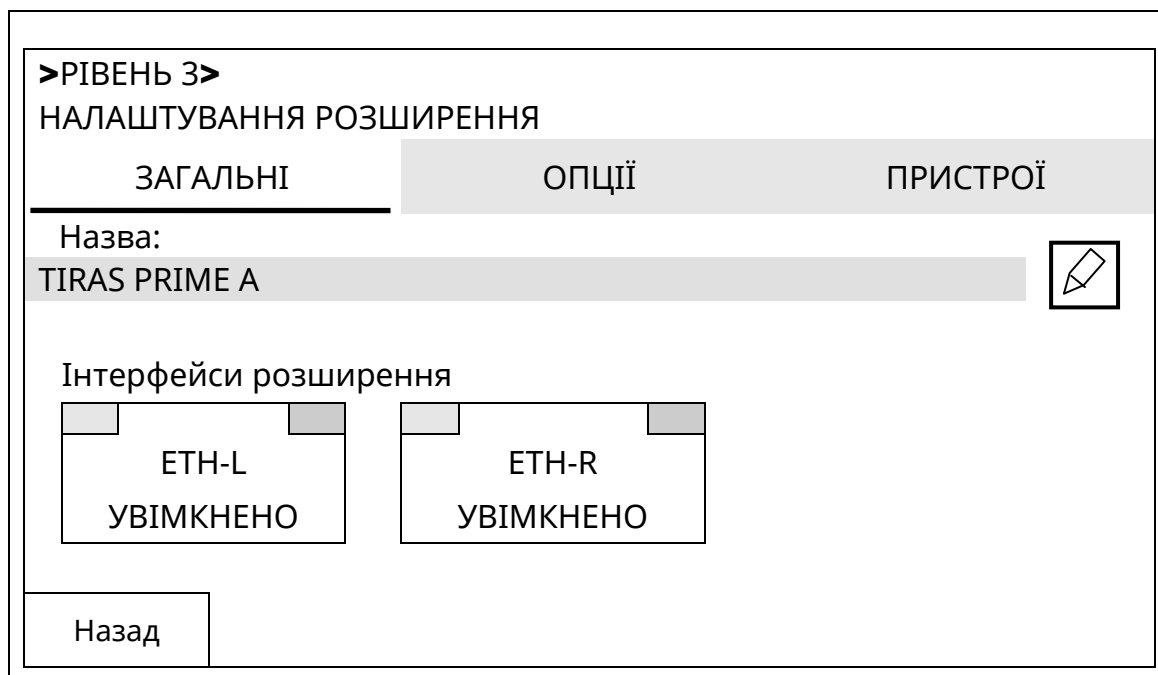

Рисунок 10.15.1 – Вікно налаштувань інтерфейсів розширення Ethernet
10.15.1 Якщо доторкнутися до кнопки [НАЛАШТУВАННЯ РОЗШИРЕННЯ], відкривається вікно (рис. 10.15.1), в якому знаходиться меню увімкнення/вимкнення інтерфейсів розширення Ethernet. Опис застосування меню наведений нижче.